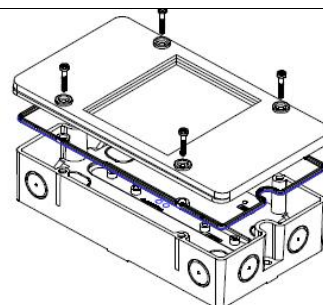

Fig. 4
5. Fixe a tampa com mais quatro parafusos (Fig. 4). (Somente assim se garante a proteção de IP).